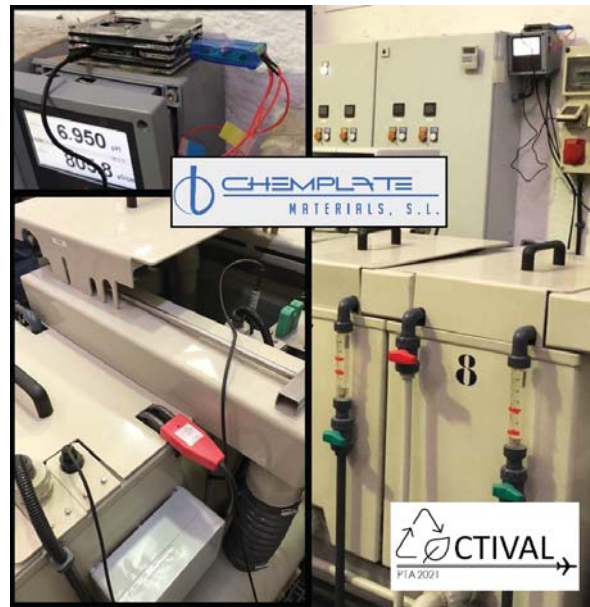

Figura 1. Imágenes de las cubas de tratamiento superficial en la investigación de los procesos
La necesidad real de encontrar alternativas al uso de compuestos de Cromo (VI) para el tratamiento de superficies se incrementa día a día, por lo que los sectores de la aeronáutica, automoción, ferroviario, etc. ya hace tiempo que trabajan para implantar procesos más seguros en la operatividad, de menos consumo de recursos energéticos y más sostenibles con el medio ambiente. Esta comunicación cuenta las últimas novedades de dos proyectos donde se está participando en la mejora sustancial de los procesos de recubrimientos orgánicos sobre los sustratos de AA2024 y AA7075, a dos niveles: automatización de equipos y el uso de nuevos aditivos que permitan aumentar la resistencia a la corrosión, como se muestra en la Figura 1. Los proyectos ACTIVAL y NEOPROTECT son dos iniciativas donde se participa activamente en colaboración común con Titania Ensayos y Proyectos Industriales, S.L. (Titania) y Cidetec Surface Engineering donde se quieren abordar los dos puntos anteriores, con el objetivo principal de industrializar procesos de tratamientos de aluminio técnico más eficientes y que tengan un gran impacto en las cadenas de fabricación de piezas.